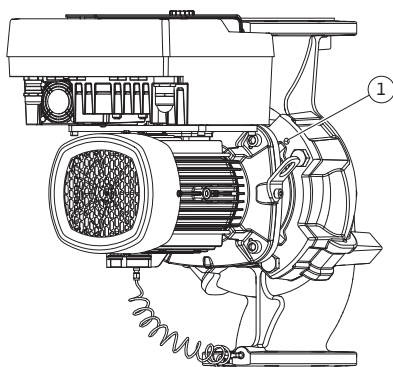

Fig. 104: Estrazione del set di innesto tramite fori filettati
11. Allentare la vite (Fig. I/III, pos. 10, Fig. II/IV, pos. 29) che tiene la lamiera di sostegno del trasduttore di pressione differenziale. Tirare lateralmente il trasduttore di pressione differenziale (Fig. I, pos. 8) con la lamiera di sostegno e lasciarlo appeso ai tubi di misurazione della pressione (Fig. I, pos. 7). Staccare il cavo di collegamento del trasduttore di pressione differenziale nel modulo elettronico o sganciarlo e estrarlo dal collegamento a spina.
12. Per il tipo di pompa (Fig. III, IV) allentare le viti (pos. 29). Utilizzare i due fori filettati adiacenti (Fig. 104, pos. 1) e le viti idonee predisposte a cura del committente (es. M10 x 25 mm). Estrarre il set di innesto dal corpo pompa.